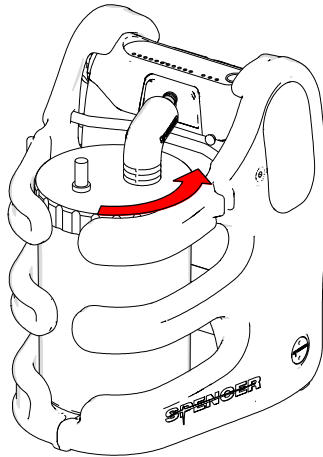

Abb. 10
2. Die Filtergruppe/Absaugbehälter verbinden, indem der Behälter und die Filtergruppe gedreht werden sollen, um die Einfügung zu vereinfachen (Abb. 10 und 11).